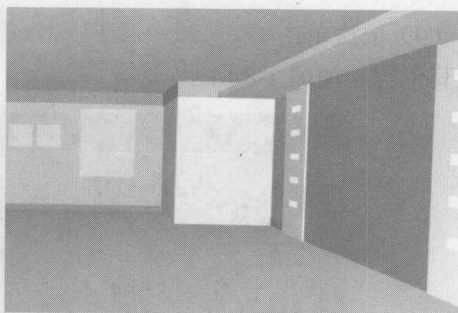

图 1-13 创建的右侧造型墙
(14) 使用长方体制作出右侧造型墙，如图 1-13 所示。